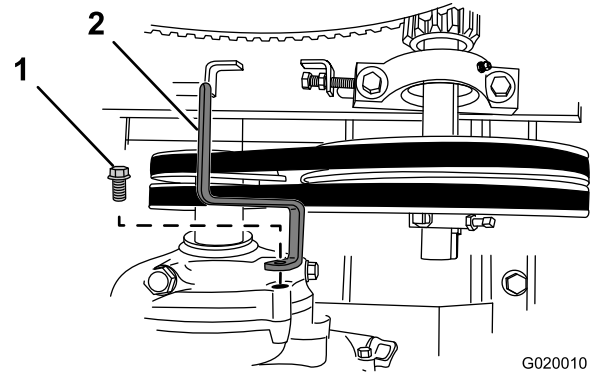

Figura 58
3. Retire el perno que sujeta la guía de las correas al motor, y retire la guía de las correas (Figura 58).
7. Sujete la guía de las correas provisionalmente al motor (Figura 58) con el perno que se retiró en el paso 3 de Retirada de las correas (página 38).